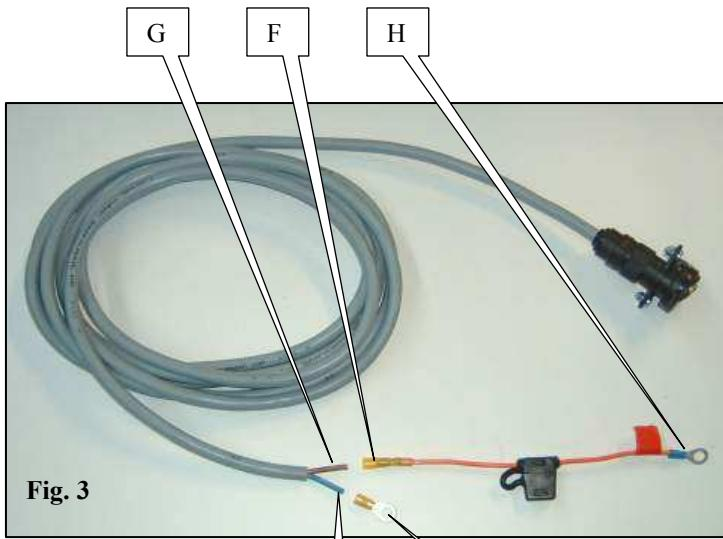

Fig. 3
- Montare l'innesto D al posto del blocco pignone standard, fig. 3 per MECA, NC e NG+ o fig. 4 per NX.
5-mettre la cosse jaune ronde D sur le fil bleu E (fig.3)
6-mettre la cosse translucide plate F équipée du fusible sur le fil marron du faisceau G (fig. 3)
7-fixez la cosse jaune ronde D (fig. 3) à la borne - de la batterie
8-fixez la cosse bleue ronde H (fig. 3) équipée du fusible à la borne + de la batterie
9-chauffer la gaine translucide de la cosse plate F (fig. 3) pour la resserrer sur le fil
5-Place round yellow lug D on blue wire E (fig.3)
6-Place flat transparent lug F equipped with the fuse on the brown wire of wire harness G (fig. 3)
7-Secure round yellow lug D (fig. 3) to the battery's - terminal
8-Secure round blue lug H (fig. 3) equipped with the fuse to the battery's + terminal
9-Heat the transparent sheath of flat lug F (fig. 3) to tighten it around the wire
5-Setzen Sie den runden gelben Kabelschuh D auf das blaue Kabel E (Abb.3)
6-Setzen Sie den flachen durchsichtigen Kabelschuh F mit der Sicherung auf das braune Kabel G (Abb. 3) des Kabelbündels
7-Befestigen Sie den runden gelben Kabelschuh D (Abb. 3) am Minuspol (-) der Batterie
8-Befestigen Sie den runden blauen Kabelschuh H (Abb. 3) mit der Sicherung am Pluspol (+) der Batterie
9-Erwärmen Sie die durchsichtige Ummantelung des flachen Kabelschuhs F (Abb. 3), damit sie eng an das Kabel anliegt